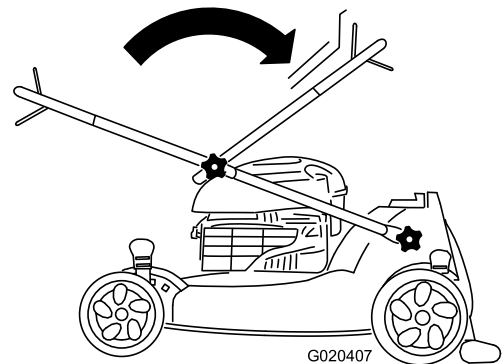
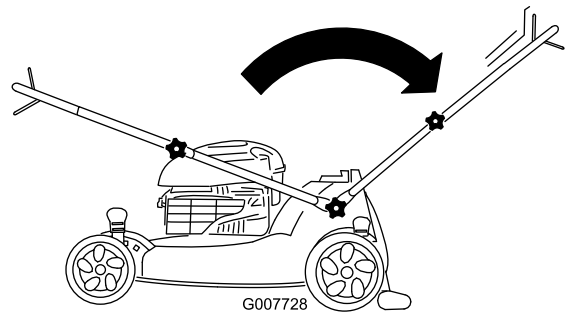

Bild 3
Bild 4
1. Klappen Sie den Griff auf, siehe Bild 3 und Bild 4.